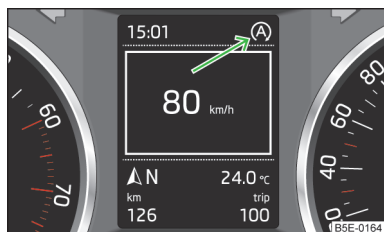

Fig. 113
Se produce la parada automática del motor (fase de parada). En la pantalla del cuadro de instrumentos se muestra el testigo (A) » fig. 113.
Se produce la parada automática del motor. En la pantalla del cuadro de instrumentos se muestra el testigo (A) » fig. 113.